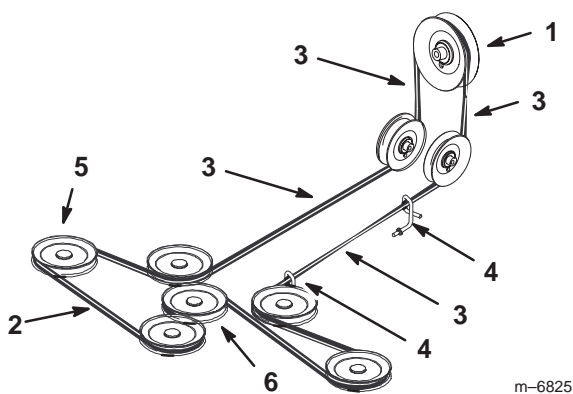

Figure 67
5. Installez la courroie neuve autour des poulies d'axe et de la poulie de tension du plateau de coupe, dans les guides de courroie, dans l'ensemble bras de tension arrière et l'embrayage (Fig. 67).
Important Vérifiez le vrillement de la courroie entre les poulies. Il doit être conforme aux spécifications de la Figure 67.